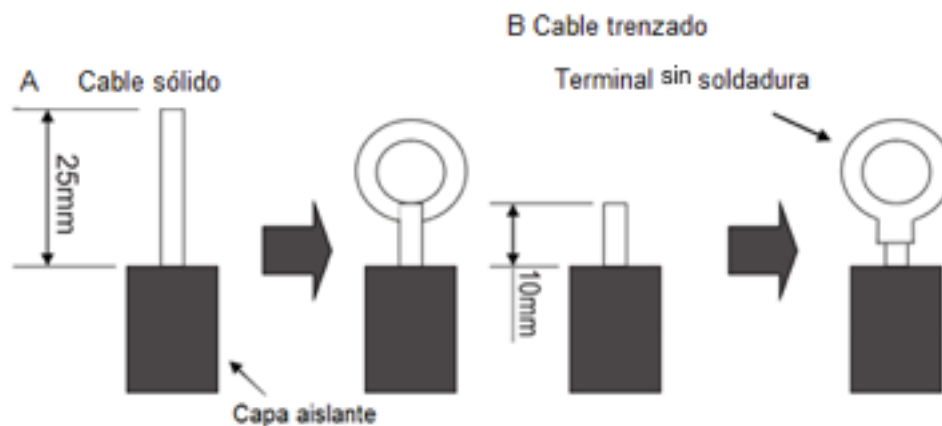

Figura 36
(1) Para un cableado de núcleo sólido (Figura 36).
(2) Para el cableado de hebra (Figura 36).